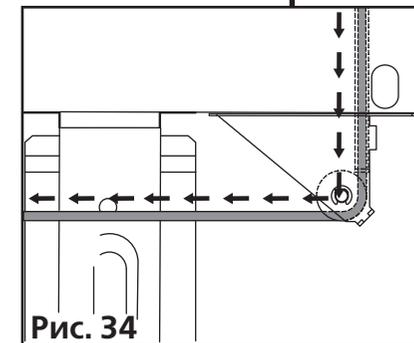

Рис. 34
3. Оденьте трос на ролик промежуточный, рис. 34.